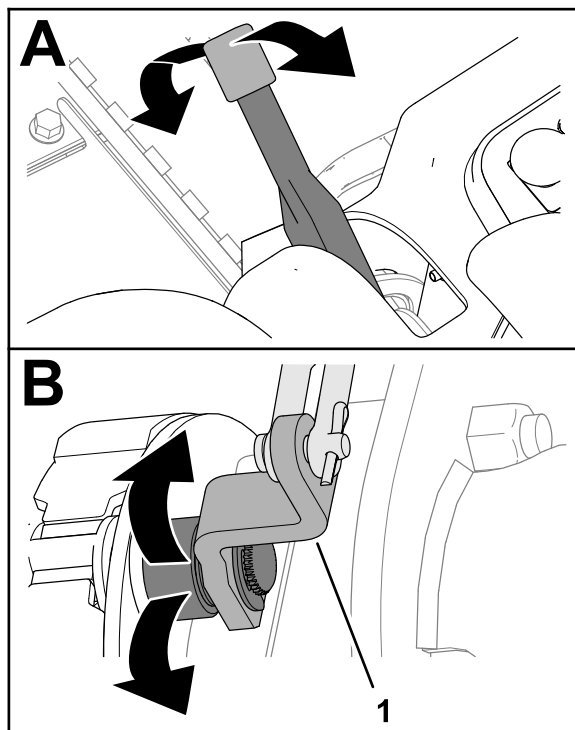

Рисунок 69
2. Переведите рычаг стояночного тормоза вверх и вниз, чтобы убедиться в том, что рычаг кулачка тормоза перемещается свободно (Рисунок 69).